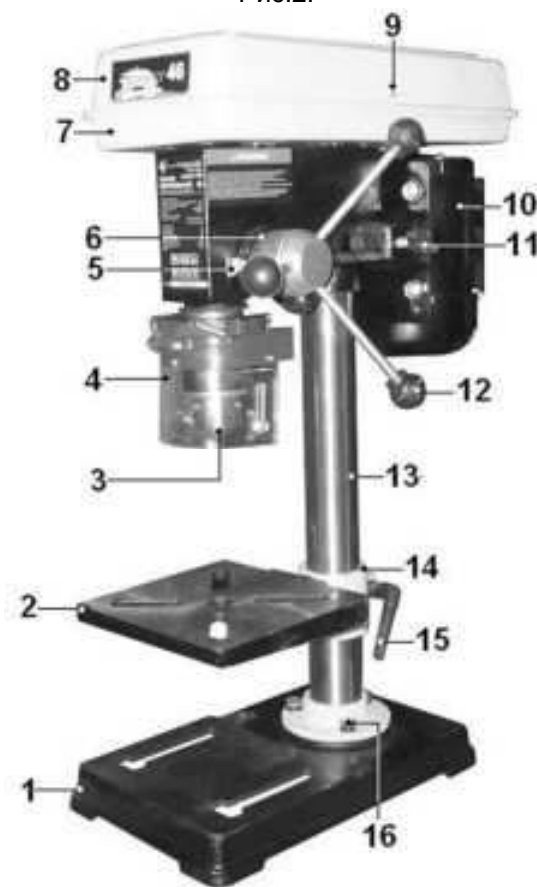

Рис.2:
9.1. Установите на ровную прочную поверхность верстака основание (1) станка, Рис.2.
9.2. Установите на основание (1) колонну (13), Рис.2 и закрепите колонну (13) на основании (1) тремя прилагаемыми болтами (16), Рис.2.
9.3. Установите рабочий стол (2) в сборе с муфтой (14) на колонну (13). Положение рабочего стола (2) по высоте зафиксируйте болтом (15) разрезной муфты (14), Рис.2.
9.5. Установите ручки подачи (12), Рис.2,4. Убедитесь, что шпиндель подается этой ручкой на всю глубину и легко возвращается в исходное положение.
9.6. Установите сверлильный патрон (3), Рис.2, 4, на шпиндель станка (предварительно необходимо удалить с его поверхности смазку, а также очистить от смазки внутреннюю посадочную поверхность сверлильного патрона (3), Рис.2, 4). Закрепите сверлильный патрон (3), Рис.2, 4, на шпинделе легкими ударами молотка через деревянный брусок, кулачки сверлильного патрона (3) при этом должны быть сведены.
10.2. Перед тем как включить станок проверьте надёжность закрепления верхнего кожуха (8) винтом (9), Рис.2. Ключ к сверлильному патрону **не должен оставаться** в сверлильном патроне (3), Рис.2. Режущий инструмент (сверло) в сверлильном патроне (3) должен быть хорошо закреплён. Если режущий инструмент (сверло) не установлен, то кулачки сверлильного патрона (3) должны быть сведены.
10.4. Контроль глубины сверления «глухих» отверстий производится по шкале (6) и указателю (5), Рис.2.
10.5. Установка высоты рабочего стола (2) задается перемещением разрезной муфты (14) по колонне (13). Перед изменением положения разрезной муфты (14) на колонне (13) необходимо ослабить её положение ручкой болта фиксации (15). После установки рабочего стола (2) на необходимую высоту ручкой болта
фиксации (15) надёжно закрепите положение разрезной муфты (15), Рис.2.
10.6. При открытии верхнего кожуха (8) ременной передачи, Рис.2,8, произойдет размыкание конечного выключателя (37), и станок отключится. Включение станка возможно только после закрытия верхнего кожуха (8) ременной передачи, Рис.2,8 и нажатия на зеленую кнопку включения (20), Рис.3. (см. п.10.3.). Если станок не включается, выполните регулировку положения кулачка (38).
10.7. Перемещение шпинделя производится ручкой подачи (12), Рис.2. При сверлении отверстий контролируйте величину подачи режущего инструмента во избежание контакта режущего инструмента с тисками (23) или рабочим столом (2), Рис.2,5.